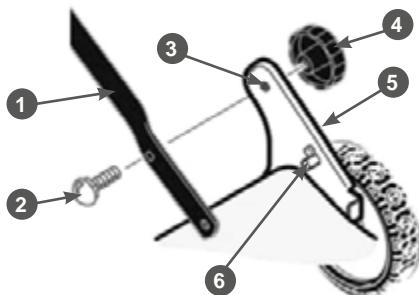

Рис. 4. Крепление нижней части рабочей рукоятки
- С внутренней стороны кронштейна 5 крепления нижней части рукоятки имеются одно отверстие 3 и один направляющий штифт 6 (Рис. 4). Наденьте рукоятку 1 нижним отверстием на направляющий штифт 6, совместите верхнее отверстие на кронштейне 5 с отверстием на рукоятке 1, вставьте в образовавшееся отверстие болт 2 с квадратным подголовком и закрутите барашковую гайку 4 (Рис. 4). Точно также установите другую сторону нижней части рабочей рукоятки.